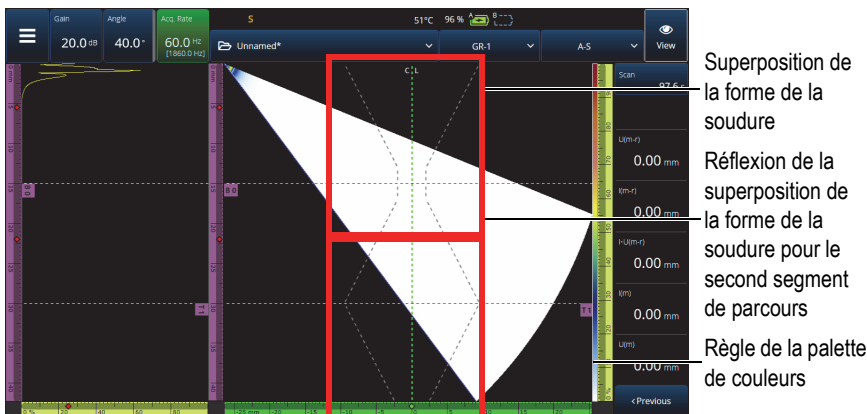

Figure 2-57 Superposition d'une soudure en V avec écart
Si la pièce que vous inspectez comprend une superposition (soudure ou autre élément personnalisé), vous pouvez en activer et désactiver l'affichage. La superposition est un dessin de la forme de la soudure ou un dessin que vous avez sélectionné qui est superposé à la vue S-scan. Cette fonctionnalité peut vous aider à visualiser l'emplacement des indications par rapport à la forme de la pièce ou de la soudure (Figure 2-57 à la page 116). La réflexion de la superposition (pour prendre en compte le deuxième segment de parcours, le troisième segment de parcours, etc.) peut être activée et désactivée (ON/OFF) dans **Menu > Display > Overlay > Multiple Legs** (Menu > Écran > Superposition > Bonds multiples).
- ◆ Appuyez et maintenez votre doigt sur la règle/échelle de la palette de couleurs (affichée à droite de la Figure 2-57 à la page 116), et puis sélectionnez **Load** (Charger). Examinez les palettes de couleurs disponibles et appuyez sur **Open** (Ouvrir) pour en modifier une (Figure 2-60 à la page 120).